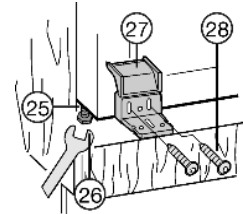

Fig. 21
- ▶ Atornille la escuadra de plástico Fig. 15 (27) con tornillos M5 Fig. 21 (28) por el lado del tirador en el aparato.
- ▶ Alinee la escuadra de plástico Fig. 21 (27) en cuanto a profundidad a ras del canto delantero de las paredes laterales del mueble.
- ▶ Alinee la escuadra de plástico Fig. 21 (27) en cuanto a profundidad a ras de los cantos delanteros de las paredes laterales del mueble incluso si la escuadra sobresale de la base del mueble.
- ▶ Alinee el aparato vertical mediante las patas de ajuste Fig. 21 (25) con la llave de boca Fig. 21 (26) suministrada.